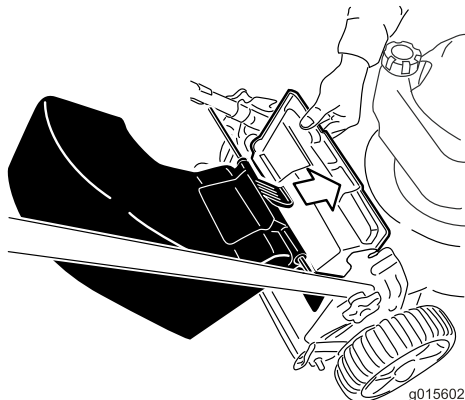

Figure 18
1. Soulevez le déflecteur arrière (Figure 18).